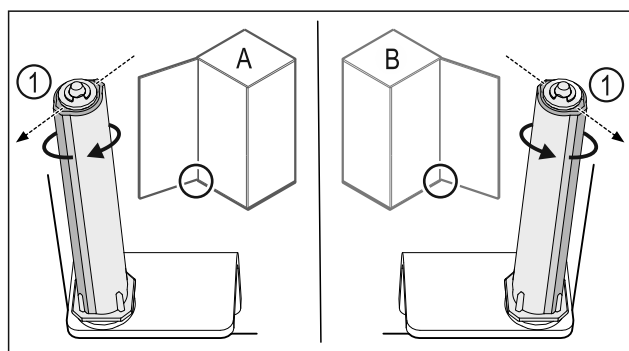

Fig. 36 Opritorul din stânga (A) / opritorul din dreapta (B)
- ▶ Rotiți sistemul de închidere până la rezistență, până când pragul sistemului de închidere Fig. 36 (1) este orientat spre exterior.